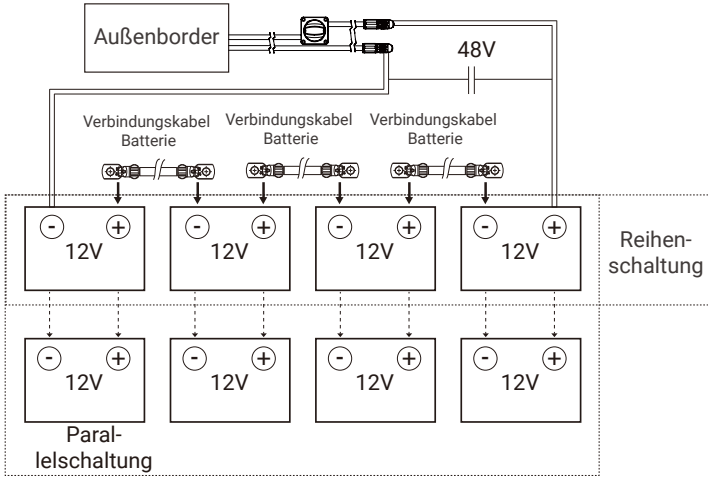

Abb. 4-3
Wie in Abbildung 4-3 dargestellt, vier 12-V-Batterien mit Verbindungskabeln in Reihe schalten. Dadurch einen 48-V-Batteriesatz für die Spannungsversorgung des NAVY 6.0 Evo(2024) Außenborders herstellen. Das mit + bezeichnete Verbindungskabel des Hauptschalters muss an den Pluspol der Batterie angeschlossen werden. Das zweite Kabel mit dem Minuspol der Batterie verbinden.
- ⚠️ Die Polarität darf niemals vertauscht werden. Bei der Reihen- oder Parallelschaltung der Batterien besondere Vorsicht wahren. Nach der Arbeit die Schaltung noch einmal gemäß Abbildung 4-3 kontrollieren.